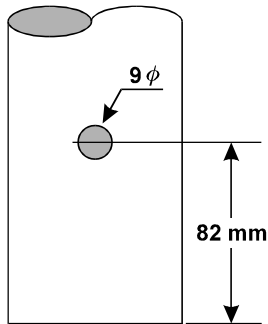

Figure 9
1. Percer un trou de 9 mm de diamètre de part en part dans le mat, centré à 50 mm de la base du mat (voir Figure 9). S'assurer que le perçage est bien perpendiculaire et correspond bien aux trous situés sur les mâchoires support de mat.